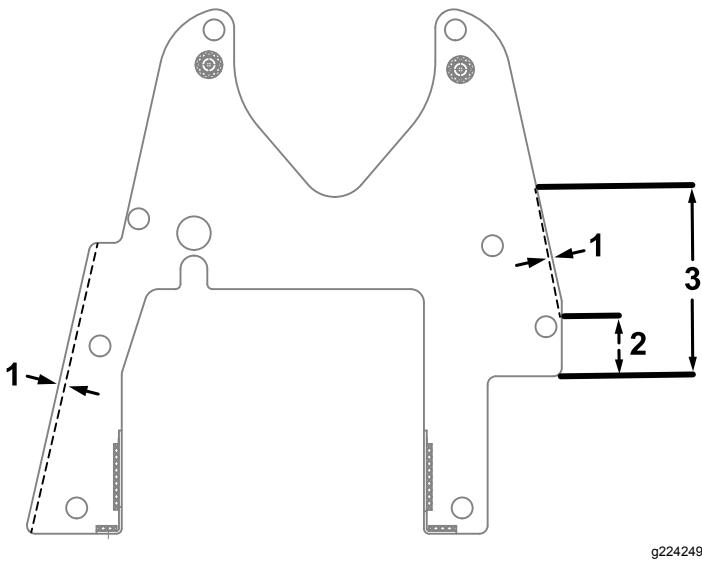

Figure 7
- Pour les Greensmaster 3400 ou 3420, voir la Figure 7.